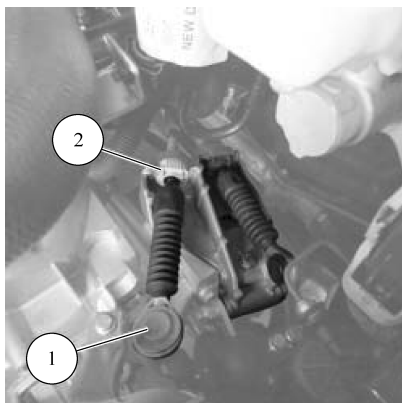

图 4-13 断开换档/选档拉索
- 29) 断开齿轮啮合/选档器电缆 1, 如图 4-13 所示。